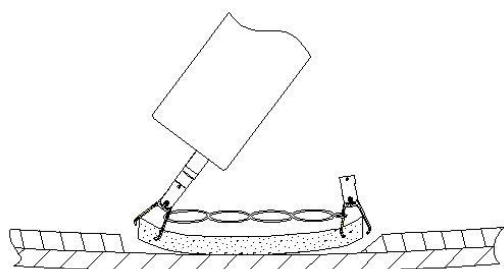
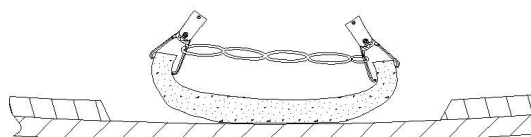

Fig. 5
Fig.6
10. Odată ce brațul/falca/protuberanța clemei endoscopice s-a cuplat cu/a traversat bucla distală a inelului elastic, acesta poate fi poziționat corespunzător pentru a fi adus în contact cu țesutul pentru a asigura tracțiunea/contra-tracțiunea/triangularea dorită. Odată ce clema endoscopică este în contact cu țesutul vizat și conectată la inelul elastic al clemei principale, aceasta este desfășurată din ansamblul cateterului conform pasului 7 de mai sus (Fig.5 și Fig.6). Pe măsură ce țesutul vizat este tăiat și eliberat din poziția sa, tensiunea din bucla care leagă cele două cleme ridică țesutul tăiat pentru a expune țesutul subiacent și oferind astfel unghiurile de tăiere adecvate pentru a ajuta la procesul de rezecție.